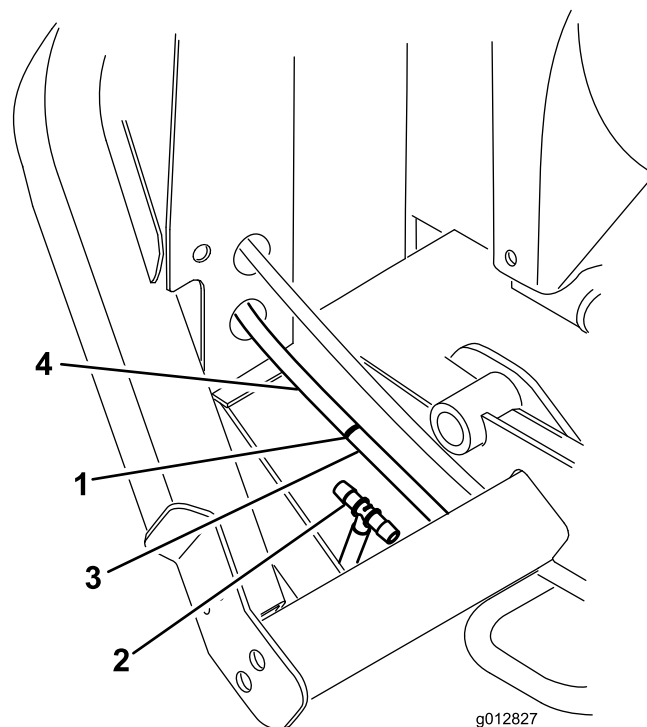

**Figure 16**
A. Insérez un collier sur le flexible court puis insérez le raccord en T au bout du flexible (Figure 16).